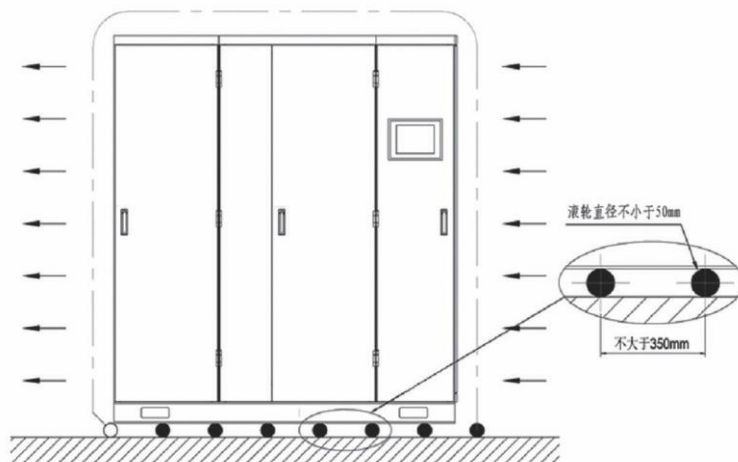

图 7.7 滚轮搬运示意图
4) 滚轮：在地板上并排放置许多滚轮，将机柜放在滚轮上面，循环移动滚轮进行搬运。滚轮的长度应大于柜体宽度。如图 7.7 所示